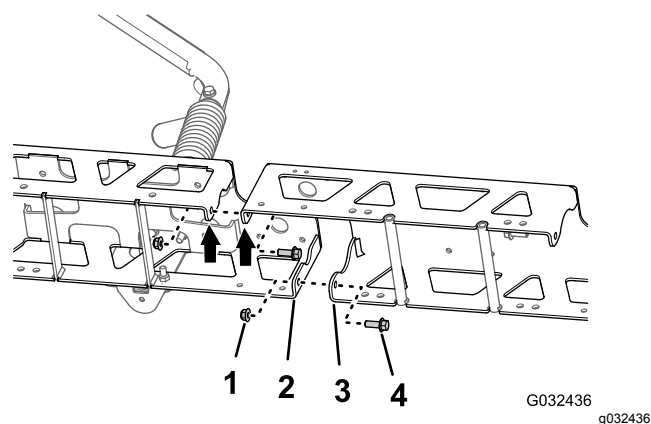

Рисунок 52
1. Совместите отверстия в вертикальных фланцах удлинителя средней секции стрелы с отверстиями в ферменной раме (Рисунок 52).
2. Установите, не затягивая, удлинитель средней секции стрелы на ферменную раму (Рисунок 52) при помощи двух болтов с фланцевыми головками (3/8 x 1 дюйм) и двух фланцевых контргаек (3/8 дюйма), снятых при выполнении пункта 1 раздела Разделение ферм средней секции опрыскивателя (страница 28).
3. Совместите отверстия в вертикальных фланцах удлинителя средней секции стрелы с отверстиями в другой ферменной раме (Рисунок 52).
4. Установите, не затягивая, удлинитель средней секции стрелы на другую ферменную раму (Рисунок 52) при помощи двух болтов с фланцевыми головками (3/8 x 1 дюйм) и двух фланцевых контргаек (3/8 дюйма) из доводочного комплекта системы опрыскивания GeoLink (Рисунок 52).